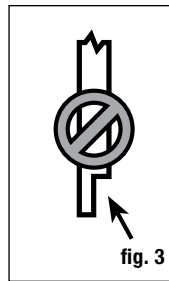

fig. 3
Étape 2 Installez les poteaux du garde-corps avant d'installer les planches de terrasse. Les poteaux du garde-corps de 10 X 10 cm (4 x 4 po) en cèdre ou pin traité sous pression, fournissent la force structurale pour le garde-corps. La longueur de chaque poteau est déterminée par la largeur totale de solive (généralement 18,4 cm (7 1/4 po)) + l'épaisseur du patio (2,5 cm (1 po)) + hauteur du garde-corps (91,4 cm (36 po)) + espacement pour le capuchon du poteau (3 cm (1,25 po)) = 115,6 cm (45 1/2 po). **Important : Ne faites pas d'encoche dans les poteaux de 4x4 du garde-corps. Cela réduirait la force du poteau et pourrait mener à une défaillance ou l'écrasement du garde-corps (fig. 3).**
Important : Ne faites pas d'encoche dans les poteaux de 4x4 du garde-corps. Cela réduirait la force du poteau et pourrait mener à une défaillance ou l'écrasement du garde-corps (fig. 3).